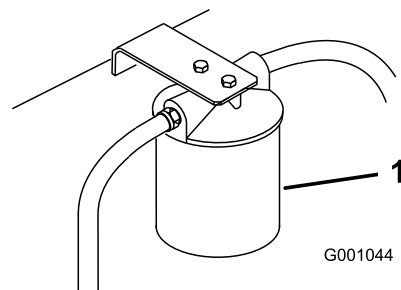

Figure 99
3. Placez un bac de vidange sous le filtre, déposez le filtre usagé et essuyez la surface du joint de l'adaptateur (Figure 99).